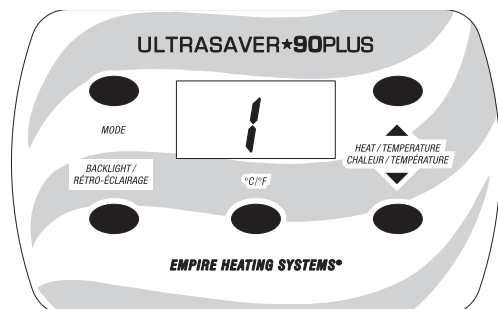

Figure 6
2. Lorsque le contrôle distant extérieur est activé, le panneau de commande de l'appareil de chauffage s'allume et affiche le niveau de chaleur et le symbole du signal de communication à distance. L'appareil de chauffage lancera la séquence de démarrage automatiquement. **Voir Figure 6.**